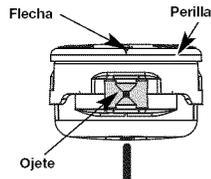

Fig. 16
- Utilizando una línea de reemplazo de 10.5 pies (3.2 m). Empuje un extremo de la línea a través de uno de los ojetes hasta que salga por el lado opuesto. Continúe empujando o tirando de la línea hasta que la línea quede distribuida uniformemente, de manera que se vea aproximadamente 5 pies (1.5 m) desde ambos lados del cabezal de corte (Fig. 16)